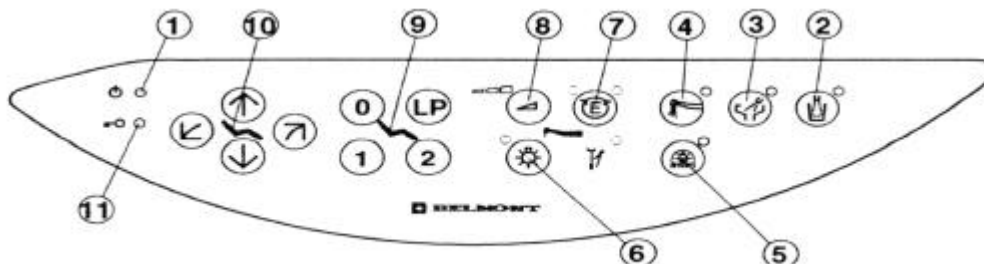

Abb. 3-2 Hauptbedienfeld
(1) Hauptschalter (Abb. 3-1 & Abb. 3-2)
(2) Hauptbedienfeld
A. Taste für die Mundglasfüllung (Abb. 3-2.)
B. Taste für die Speibeckenspülung (Abb. 3.2)
C. Spültaste (**Abb. 3.2**)
D. Extrataste (**Abb. 3.2**)
E. Taste für das Instrumentenlicht (**Abb. 3.2**)
F. Steuertaste für die Drehrichtung des Elektromotors (**Abb. 3-2**)
G. Taste für die Einstellung der maximalen Geschwindigkeit des Elektromotors (**Abb. 3-2**)
H. Manuelle Steuertasten für den Patientenstuhl (**Abb. 3.2**)